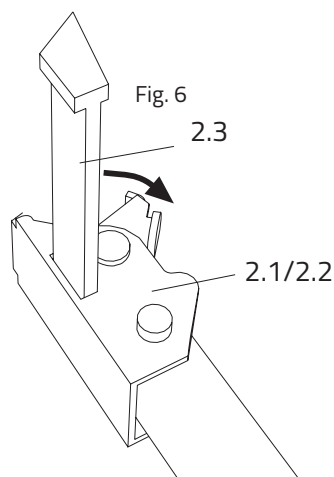

Fig. 6
1. Åbn kilelåsen A (sølv) 2.1 respektive B (gul) 2.2. Kilen 2.3 er åben. Fig. 6